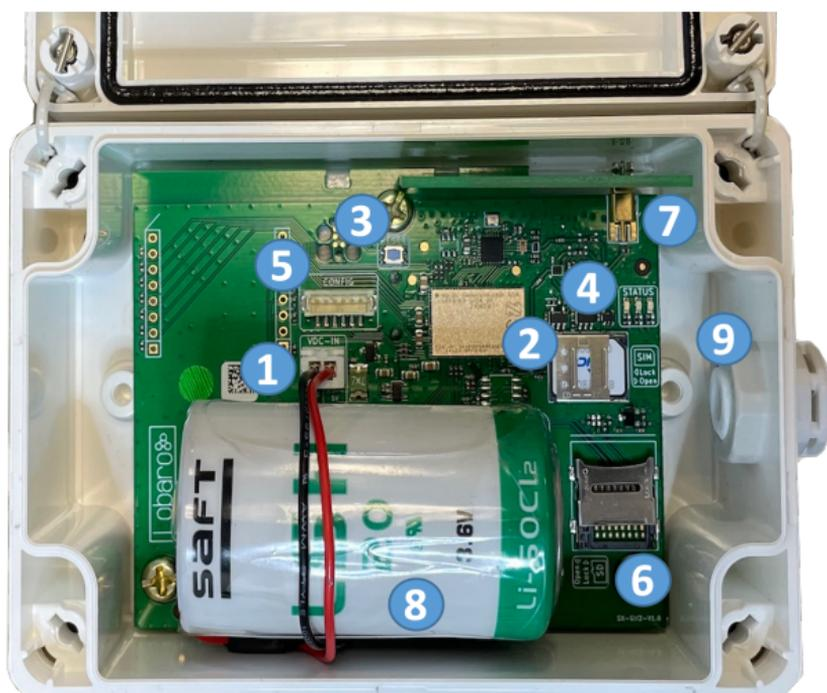

Abbildung 1: Geräte Komponenten
Die zugehörige Batterie ist mit dem Klettflausch ausgestattet, welches beim Einsetzen auf den Kletthaken des Gerätes an Position (8) zu befestigen ist. Hierbei ist darauf zu achten, dass die Anschlussleitung der Batterie wie in Abb.1 gezeigt anliegend um den Batteriekörper geführt ist. Anschließend den Steckverbinder der Batterie mit der verpolungssicheren Buchse an Position (1) verbinden.